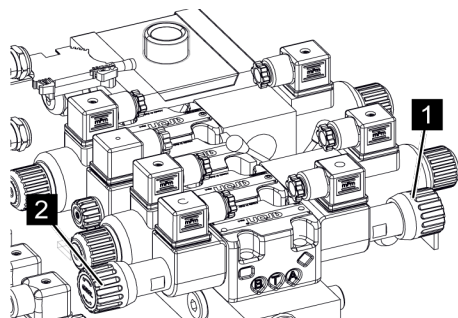

Fig. 93: Activer la fonction
6. → Pour la **commande des appuis**, tourner la vanne (Voir la Fig. 93/1) à fond dans le sens des aiguilles d'une montre.
Pour la **commande de la plateforme**, tourner la vanne (Voir la Fig. 93/2) à fond dans le sens des aiguilles d'une montre.
i Ne tourner toujours qu'une seule vanne (Voir la Fig. 93/1 ou 2). L'autre doit toujours être dévissée.